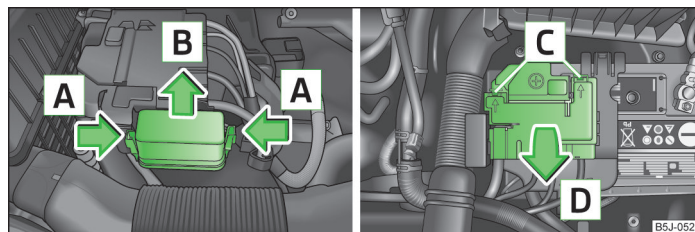

Abb. 155 Fahrzeugbatterie: Abdeckung des Sicherungskastens
- › Die Sicherungsbügel der Abdeckung des Sicherungskastens gleichzeitig in Pfeilrichtung **A** » Abb. 155 zusammendrücken und die Abdeckung in Pfeilrichtung **B** herauschieben.